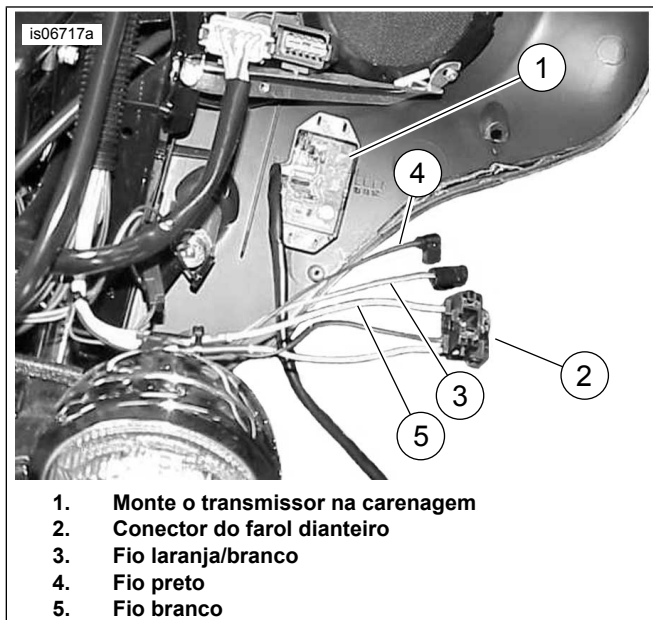
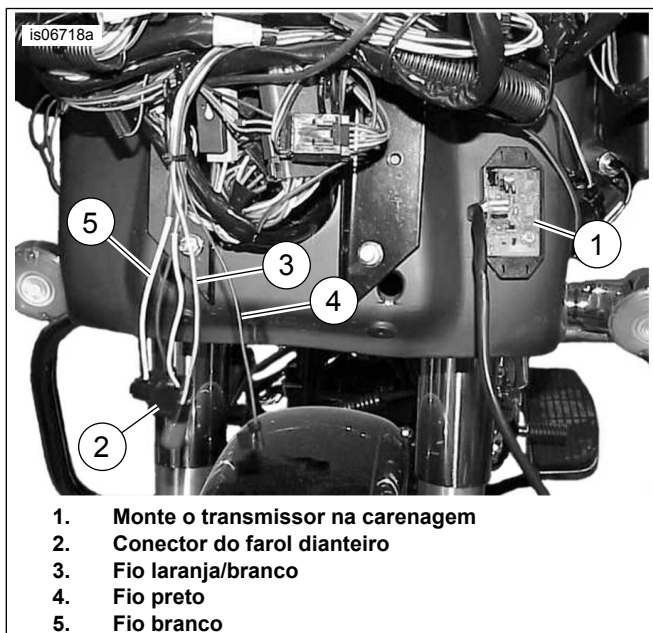

Figura 11. Fios para ligações do transmissor (FLHT/X de 2013 e anteriores)
Figura 12. Fios para ligações do transmissor (FLTR de 2013 e anteriores)
Touring/Trike (FLHT/X, FLTR, de 2013 e anteriores)	Parte de cima do interior da carenagem, com almofada de espuma (antes disso, remova a carenagem exterior) (Ver a Figura 11. e Figura 12).
3. Ver Figura 11. (Modelos FLHT, FLHX) ou Figura 12 . (Modelos FLTR). Monte o transmissor na parte de cima da carenagem.